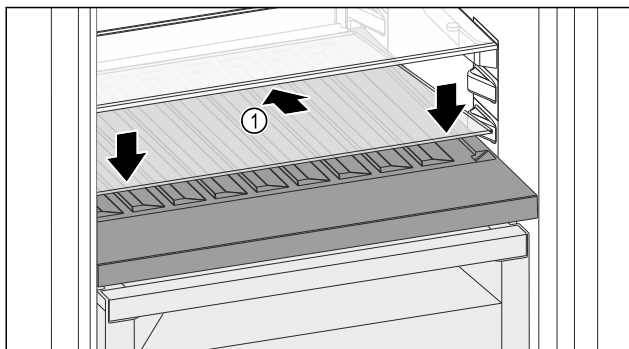

Fig. 99
- Skleněnou desku Fig. 99 (1) zasuněte šikmo a skloněnou dozadu dolů.
- Skleněnou desku Fig. 99 (1) vpředu spusťte dolů.